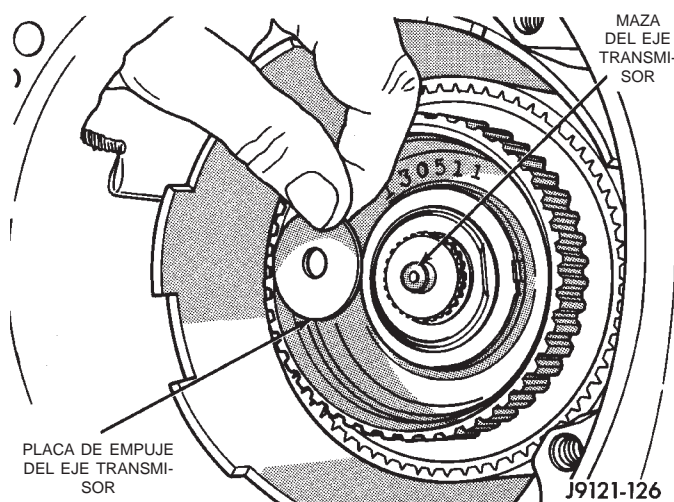
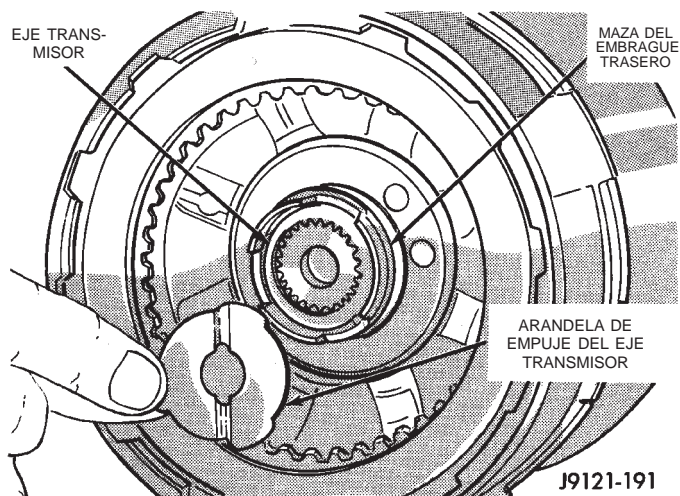

Fig. 102 Placa de empuje del eje transmisor
Fig. 104 Arandela de empuje del eje transmisor
(29) Instale la placa de empuje del eje transmisor en la maza del eje del casco impulsor del tren de engranajes planetarios (Fig. 102). Utilice vaselina para mantener la placa de empuje en su lugar.
(30) Verifique la arandela de empuje del embrague trasero. Si fuera necesario, utilice vaselina adicional para mantener la arandela en su lugar.
(31) Recubra la arandela de empuje del eje transmisor con vaselina. Luego instale la arandela en la maza del embrague trasero (Fig. 104). Utilice suficiente vaselina como para mantener la arandela en su lugar. **Asegúrese de que el lado con acanalamuras de la arandela mire hacia atrás (hacia el eje transmisor) como se indica. También**